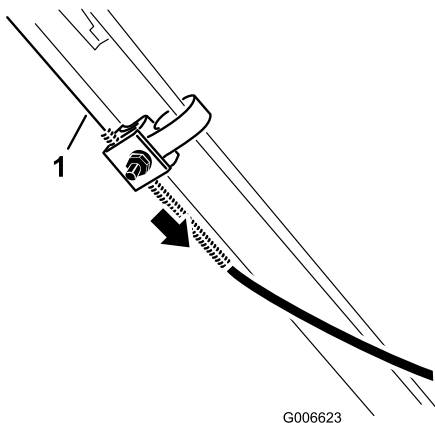

Bild 27
6. Ziehen Sie den Kabelmantel nach unten (zum Rasenmäher), sodass das Kabel kein Spiel hat (Bild 27).